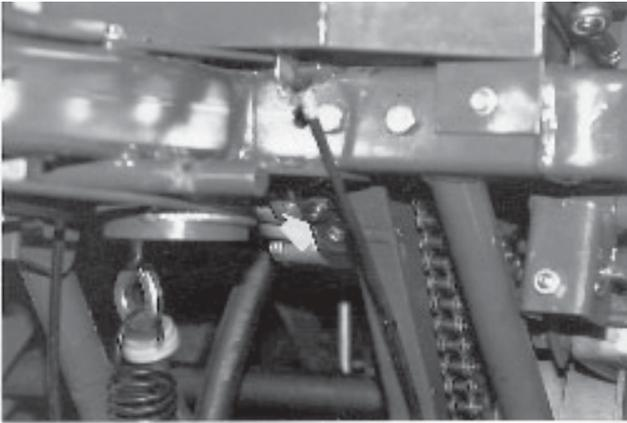

Fig.2
- B. Drücken Sie den Knopf für das Hydrostatik-Sicherheitsventil. Siehe Abbildung 2 (bei dem Pfeil).